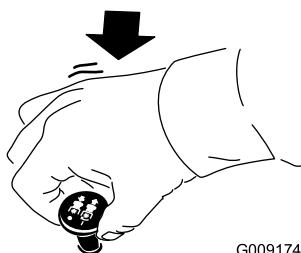

Figure 19
1. Désengagez les lames en plaçant la commande des lames en position DÉSENGAGÉE (Figure 19).